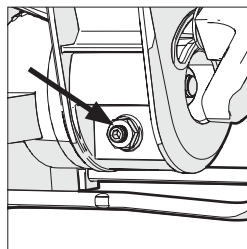

Fig. 10
- Allentare il controdado sulla vite di regolazione dell'angolo di smusso con una chiave a tubo da 10 mm e una chiave esagonale da 3 mm (non in dotazione) (**Fig. 10**).